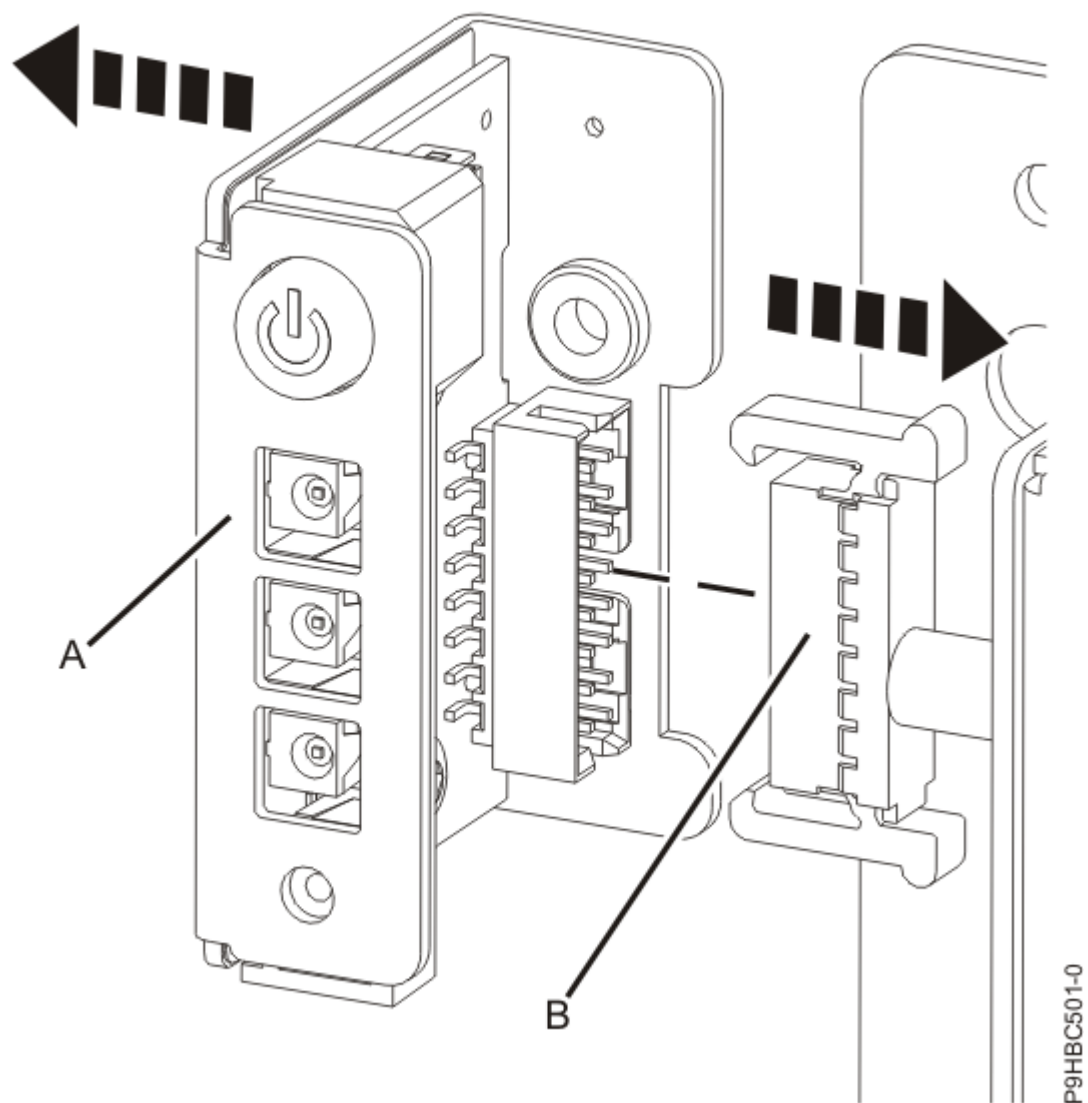

Figure 70. Déconnexion du panneau de commande et du câble pour un système monté en armoire
8. Débranchez le panneau de commande **(A)** du câble **(B)**, comme illustré à la Figure 70, à la page 75 ou la Figure 71, à la page 76.